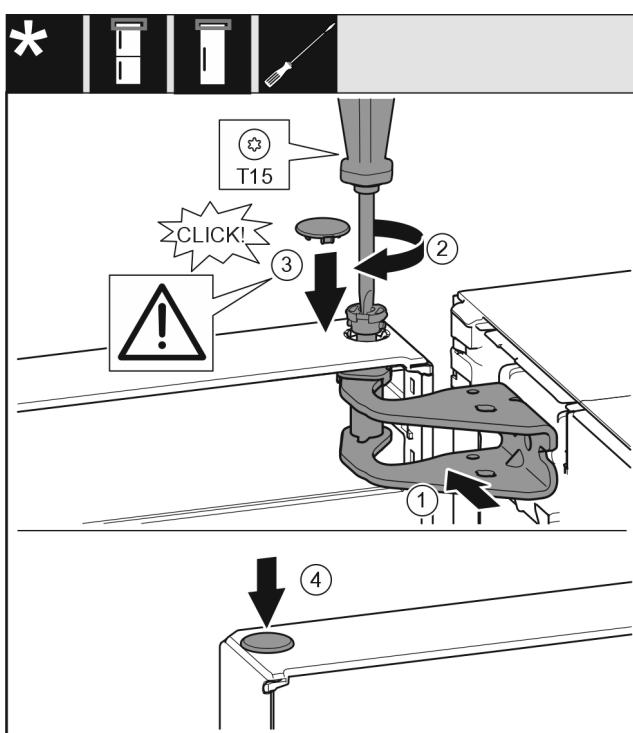

Fig. 20
- Вирівняйте дверцята зверху по отвору в опорному кронштейні. Fig. 20 (1)
- Вставте палець та закрутіть за допомогою викрутки T15. Fig. 20 (2)
- Встановіть захисну кришку для захисту дверцят: вставте захисну кришку і проконтролуйте, щоб вона прилягала до дверцят. Якщо це не так, повністю вставте палець. Fig. 20 (3)
- Вставте пробку. Fig. 20 (4)